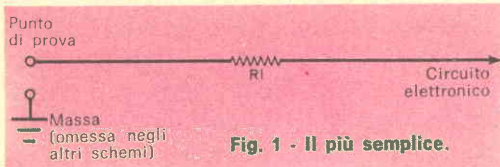

Fig. 1 - Il più semplice.
Il più semplice circuito di punto di prova è rappresentato nella *fig. 1*; esso viene usato per misure c.c., per misure di
**Costruzione** - Il sistema d'allarme, il cui schema è riportato nella *fig. 1*, si costruisce su una basetta perforata di dimensioni adatte ad essere inserita in una scatoletta di plastica da 7,5 x 15 cm. I componenti si montano in parte sulla basetta perforata ed in parte sul pannello frontale, come illustrato nella *fig. 2*. Il commutatore pile-rete S1, il fusibile F1, la lampadina spia I1 ed il Sonalert A1 si montano sul pannello frontale. Un paio di morsetti sono montati su un lato della scatola e servono per il collegamento alla rete sensibile esterna.